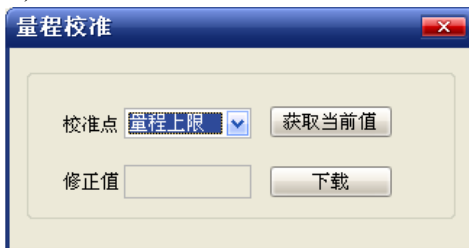

图 5.6 量程校准-校准量程上限
- ② 变送器加标准的量程上限值压力，待压力稳定后，选择校准点“量程上限”，如图 5.6 所示，点击“获取当前值”，在“修正值”中显示校准数据，点击“下载”，这时实际压力输出为量程上限压力值，电流输出为 20 mA；